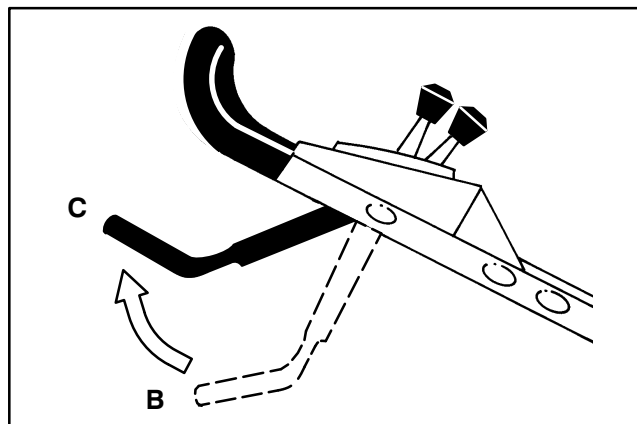

Abbildung 19
8. Die Schaltleiste in die mittlere Stellung bringen (ca. 12 cm unter dem Handgriff) (Abb. 19, Stellung C).
9. Die Schaltleiste loslassen (Abb. 19, Stellung B).